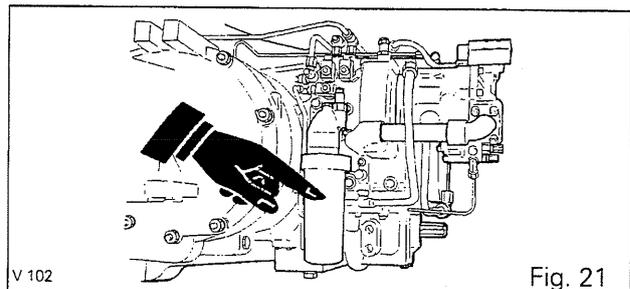

Fig. 21
• **Toutes les 500 heures, remplacer l'élément** du filtre haute pression situé sur le côté droit du carter (Fig. 21).